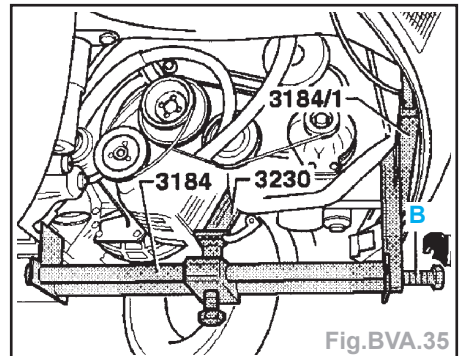

Fig. BVA.35
- Faire pivoter vers l'avant : tourner l'axe (B) vers la gauche (Fig. BVA.35).
- Faire pivoter vers l'arrière : tourner l'axe (B) vers la droite.